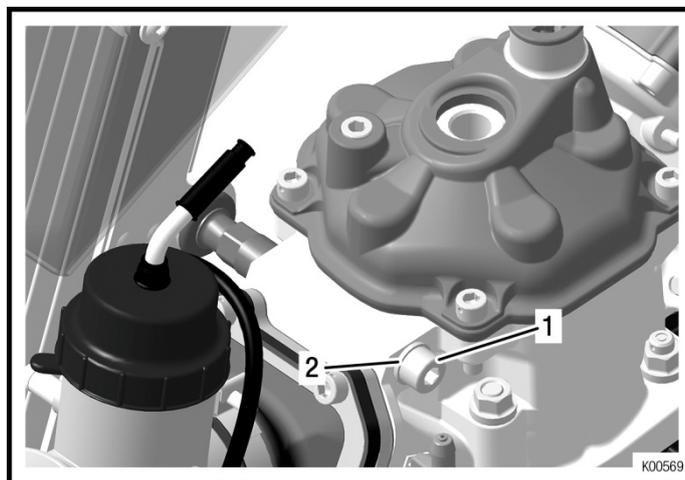

Fig. 9
- ◆ **注釈:** ラジエター(Pos. 1) を **Fig. 9** の様 125 MAX evo, Junior MAX evo, Mini MAX evo に取付けて下さい。 小さなラジエター(Pos. 2)は Micro MAX evo に取付けます。取付方法は同様です。
- ➔ 仮組されたラジエターを六角穴ネジ M8x75 (pos.1)とワッシャー(pos.2)を使い取付けます。 **Fig. 9** 参照